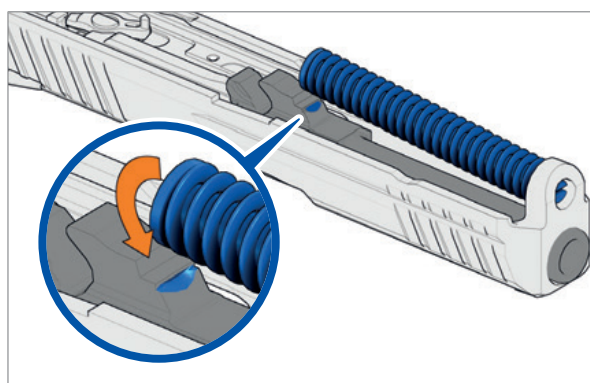
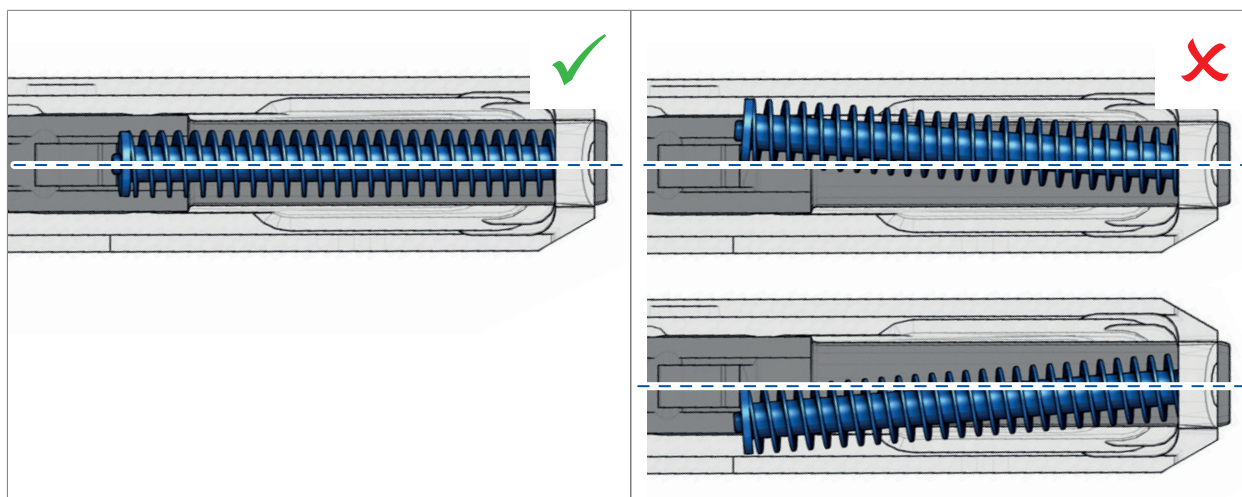

Abb. 55: Schließfeder abstützen
Abb. 56: Einbaulage der Schließfeder
4. Schließfeder an der Steuerfläche des Rohrs abstützen (Abb. 55). Einbaulage der Schließfeder beachten (Abb. 56).